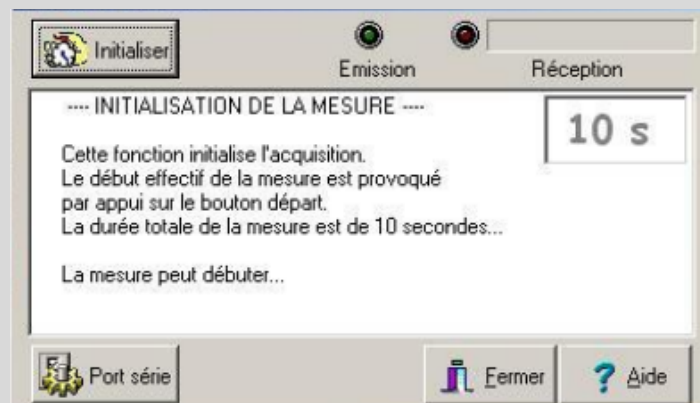

Figure 5 : fenêtre d'acquisition du logiciel SP55
- cliquer sur l'icône [initialiser] (figure 5). Un chronomètre apparaît : 10 s (durée totale d'acquisition) ;